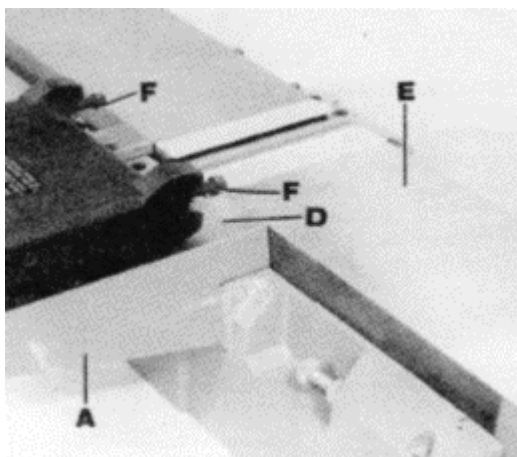

Рис. 7 Демонтаж винтов
ПРИМЕЧАНИЕ: Верхняя поверхность (D), Рис. 7, каретки ограждения (А) должна быть на уровне верхней поверхности разгрузочного стола (Е), чтобы ограждение могло легко перемещаться.
2. Снимите два винта (F), Рис. 7.